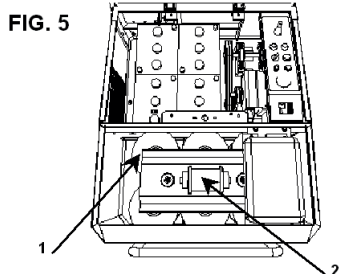
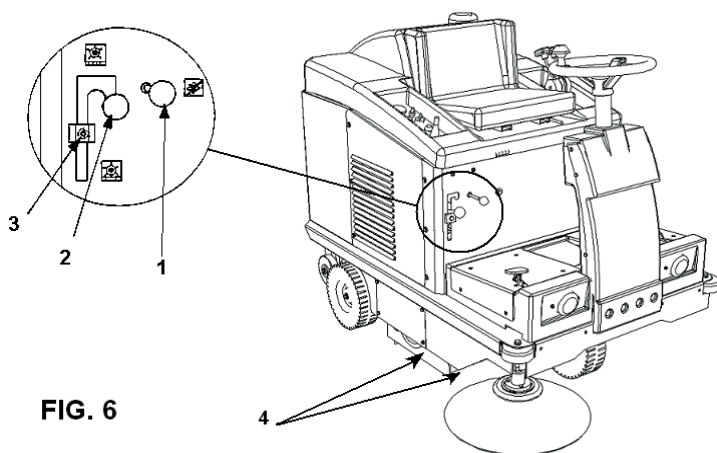

FIG. 5
FIG. 6
Durante il lavoro, il sistema filtrante fa in modo che la macchina non sollevi polvere nell'ambiente circostante ed è ottenuto per mezzo di sei filtri a cartuccia **Part. 1 Fig. 5**; il sistema filtrante può essere disinserito tirando il pomello **Part. 1**, visibile in **Fig. 6**.
Vedi **Part. 4 Fig. 6**. Le guarnizioni circondano la spazzola centrale e sono importantissime per il buon funzionamento della macchina, in quanto permettono l'effetto aspirante; è importante quindi verificarne spesso la condizione.
**Part. 1 Fig. 6.** Questa manopola, se tirata verso l'esterno esclude l'aspirazione. Chiudere l'aspirazione ogni volta che si vogliono scuotere i filtri o dovendo passare con la macchina sopra superfici umide (a motore acceso).
Questa leva, **Part. 2 Fig. 6**, permette di inserire, disinserire la spazzola centrale. Facendo scorrere la leva in basso lungo l'asola, si abbassa in posizione lavoro, mentre alzata e inserita nell'apposita tacca di sostegno si disinserisce.
**Part. 3** Serve per vibrare (pulire) elettricamente i filtri aspirazione, per mezzo di un motovibratore **Part. 2 Fig. 5**; deve essere premuto almeno 6/7 volte per una durata di 8/10 secondi ciascuna (operazione da eseguirsi prima di iniziare il lavoro, prima di vuotare il cassetto di raccolta e a motore spento; se si volesse effettuare questa operazione a motore acceso, occorre chiudere l'aspirazione tirando il pomello **Part. 1 Fig. 6**).
**Part. 3** Serve per vibrare (pulire) elettricamente i filtri aspirazione, per mezzo di un motovibratore **Part. 2 Fig. 5**; deve essere premuto almeno 6/7 volte per una durata di 8/10 secondi ciascuna (operazione da eseguirsi prima di iniziare il lavoro, prima di vuotare il cassetto di raccolta e a motore spento; se si volesse effettuare questa operazione a motore acceso, occorre portare il numero dei giri del motore al minimo e chiudere l'aspirazione tirando il pomello **Part. 1 Fig. 6**).